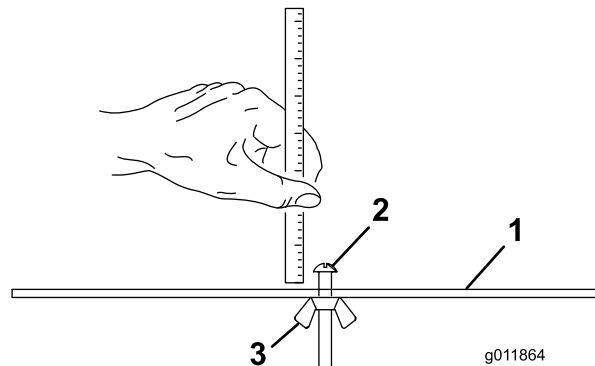

Figura 17
2. Allentate il dado sulla barra di riferimento (**Figura 17**) e regolate la vite di regolazione secondo l'altezza di taglio desiderata. La distanza tra l'estremità inferiore della testa della vite e la parte frontale della barra corrisponde all'altezza di taglio.